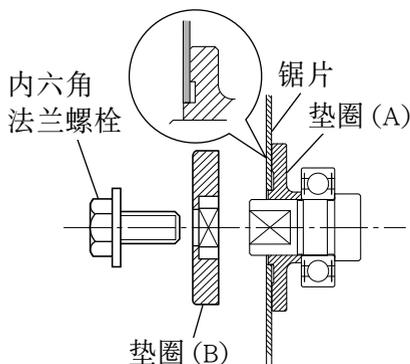

图 14
2. 安装锯片（图 14）
- (1) 将主轴、螺栓以及垫圈周围堆积的切屑完全清理干净。
- (2) 安装锯片时，垫圈(A)和(B)的凹入侧必须和锯片侧一致。将锯片安装到主轴上，最后固定垫圈(B)（参见图 14）
- (3) 为确保锯片转动方向正确，锯片上的箭头方向必须与锯盖上的箭头方向一致。
- (4) 用手指尽量将固定锯片的内六角螺栓拧紧。然后压下锁紧杆，锁住主轴，并拧紧螺栓。
- (5) 确保锁紧杆仍在原来的位置。